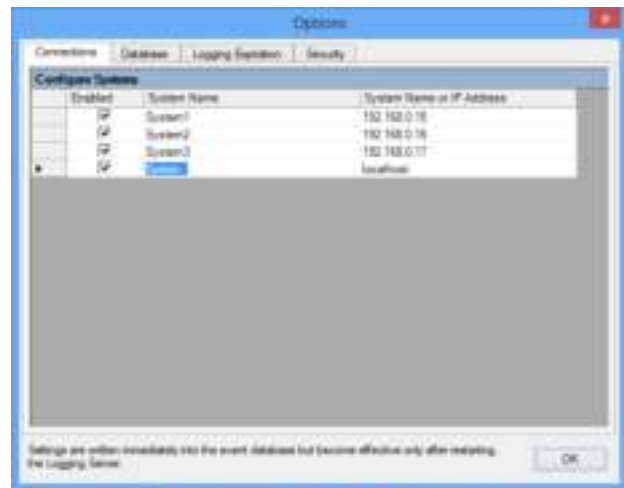

рисунок 58.6: Добавить систему (1)
- 1 Нажмите на поле *Enabled* ряда, который отмечен звездочкой (\*). К списку систем добавляется новый ряд (см. рисунок 58.6).